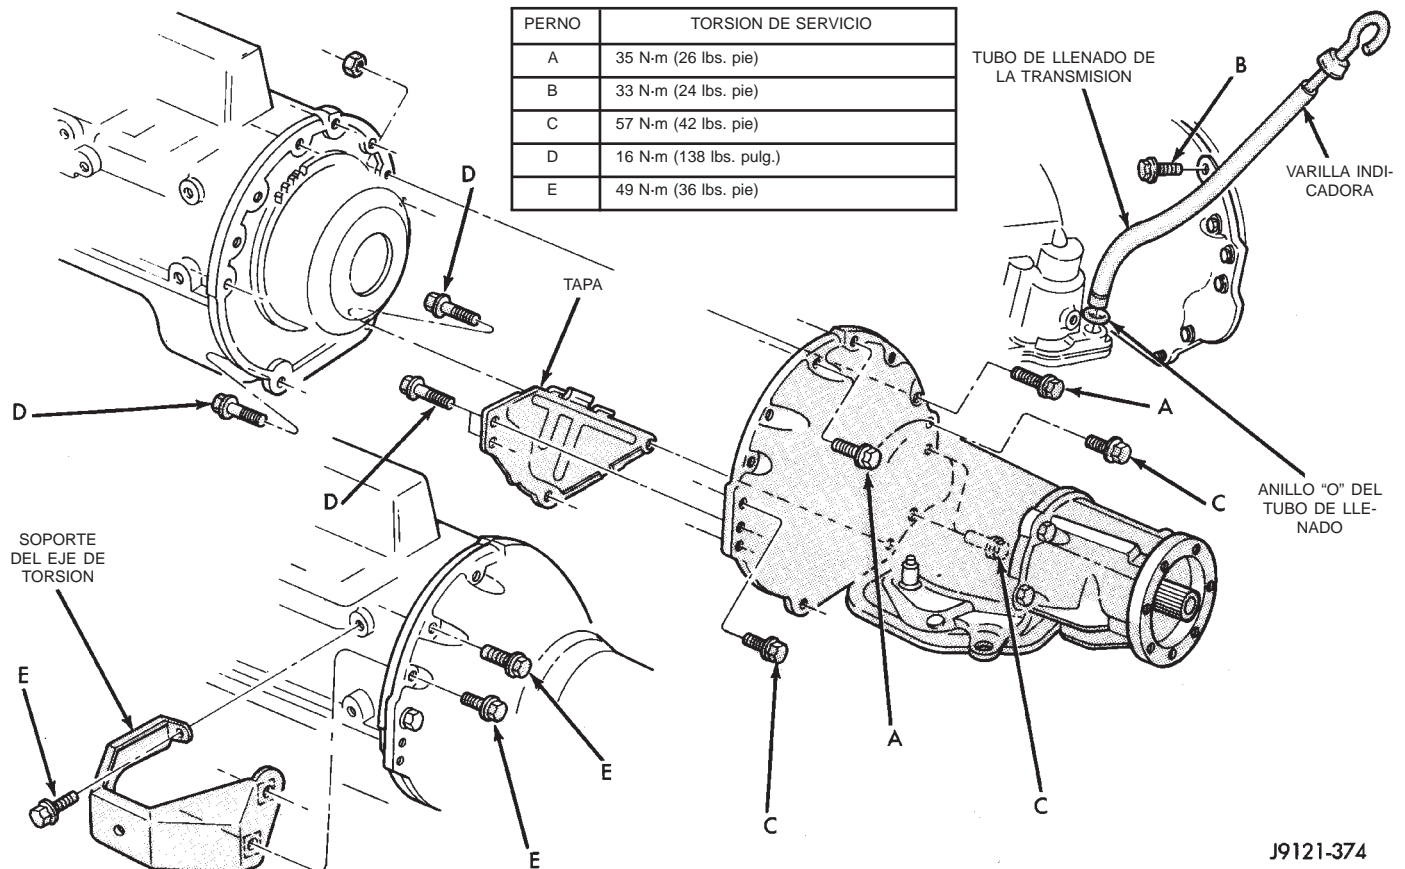

Fig. 19 Fijación de la transmisión
(8) Emplace la transmisión sobre el gato y sujétela con cadenas de seguridad.
(9) Verifique el estado de la placa de mando del convertidor. Reemplace la placa si estuviera cuarteada, deformada o dañada. **Asegúrese también de que las clavijas de la transmisión se asienten en el bloque del motor y sobresalgan lo suficiente como para sostener la transmisión alineada.**
(10) Eleve la transmisión y alinee el convertidor con la placa de mando, y la cubierta del convertidor con el bloque del motor.
(11) Desplace la transmisión hacia adelante. Eleve, baje o incline luego la transmisión para alinear la cubierta de convertidor con las clavijas del bloque del motor.
(12) Haga girar el convertidor de modo que las marcas de alineación efectuadas en el convertidor se alineen con la marca de la placa de mando.
(13) Desplace cuidadosamente la transmisión hacia adelante y por encima de las clavijas del bloque del motor hasta que la maza del convertidor quede asentada en el cigüeñal.
(14) Instale y apriete los pernos que fijan la cubierta del convertidor de la transmisión al bloque del motor (Fig. 19).